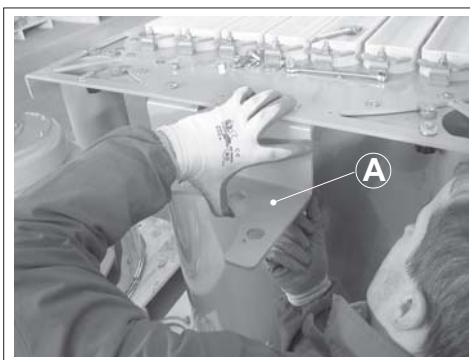

Fig. 2
- 3) Fix support A to the seal plate as shown in Fig.2 after removing the two screws in the plate.
- 3) Den Halter A an der Elementhalteplatte befestigen, wie in Abb. 2 gezeigt ist, indem man 2 Schrauben von der Platte entfernt.
- 3) Fixer le support A à la plaque porte éléments comme indiqué dans la fig.2 en enlevant 2 vis dans la plaque.
- 3) Fissare il supporto A alla piastra portaelementi come indicato in fig.2 rimuovendo 2 viti nella piastra.